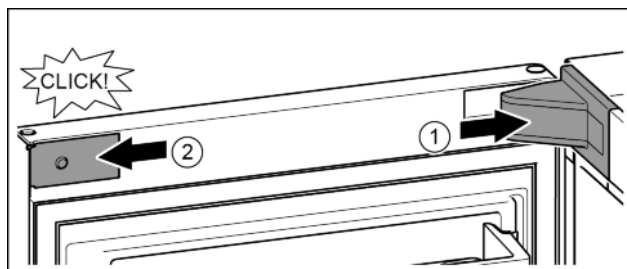

Fig. 25
- ▶ Założyć osłonę płytki zawiasu i zazębnić, ew. ostrożnie odsunąć. *Fig. 25 (1)*
- ▶ Założyć zaślepkę z boku i zazębnić. *Fig. 25 (2)*